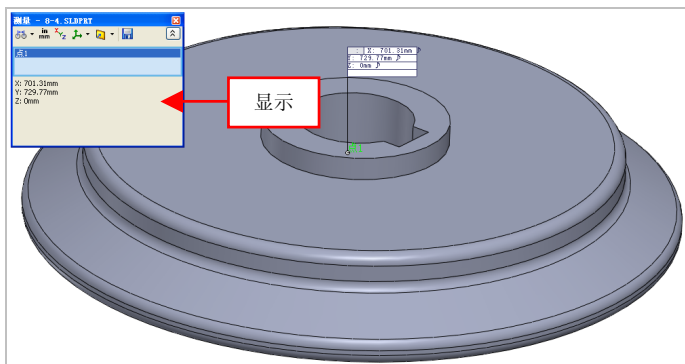

图 8-5 显示测量结果
(2) 在菜单栏中,单击【工具】|【测量】命令,弹出【测量】对话框,在绘图区中的点对象上,单击鼠标左键,即可测量点坐标,显示出测量结果,如图 8-5 所示。